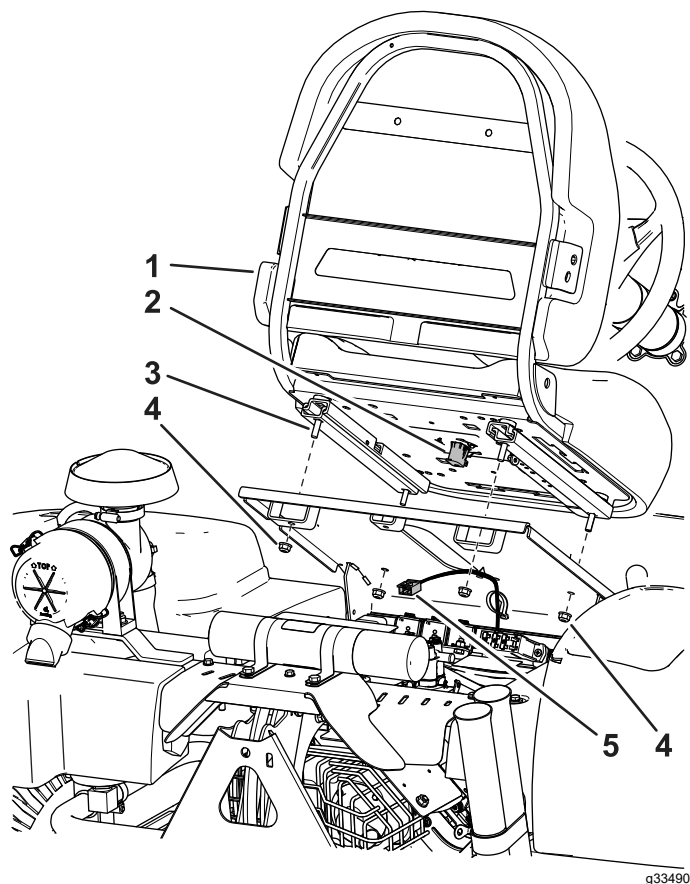

Рисунок 4
3. Прикрепите сиденье к его основанию с помощью 4 ранее снятых гаек; см. Рисунок 4.
- Найдите жгут проводов машины и подсоедините его к переключателю сиденья (Рисунок 4).